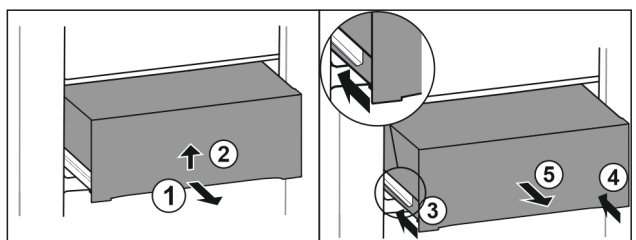

Fig. 64
- ▶ Dra ut utdragslåda till hälften. Fig. 64 (1)
- ▶ Lyft upp facket underifrån. Fig. 64 (2)
- ▶ Skjut in vänster skena. Fig. 64 (3)
- ▶ Skjut in höger skena. Fig. 64 (4)
- ▶ Ta ut utdragslåda genom att dra den framåt. Fig. 64 (5)